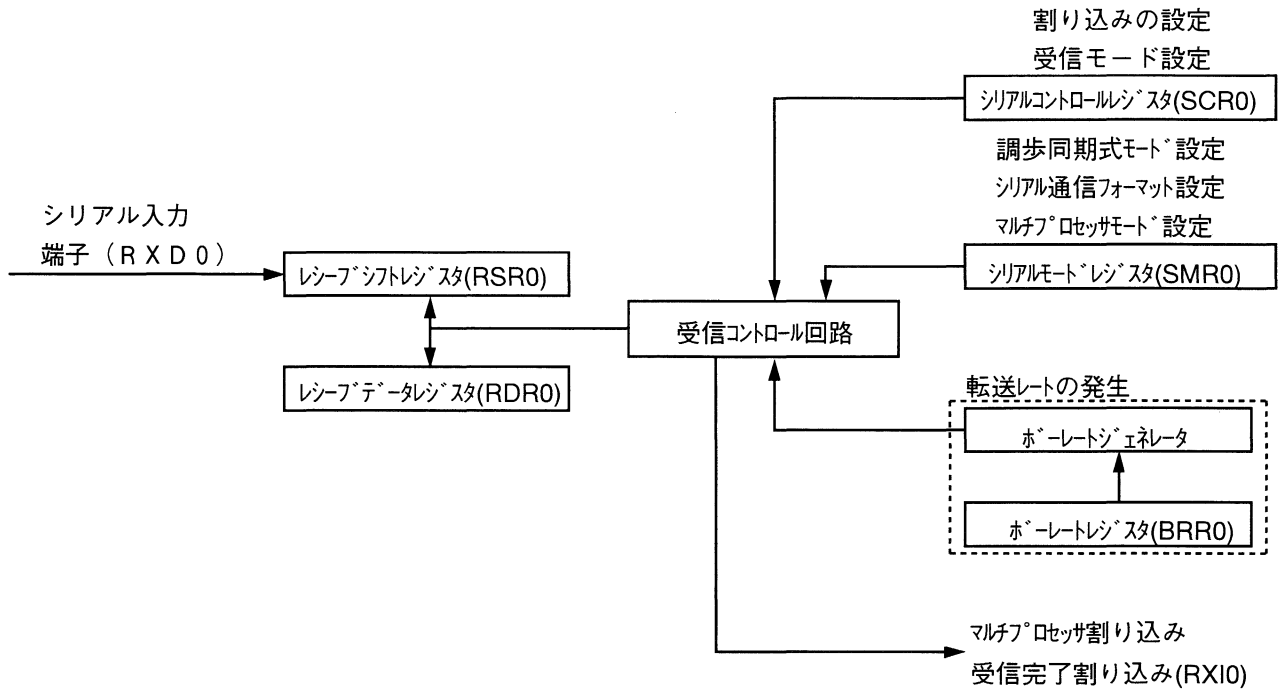

図3 受信局SCIブロック図
- (b) 図3に本タスク例で使用する、受信局SCIのブロック図を示します。本タスク例では、SCIの以下の機能を使用して受信を行います。